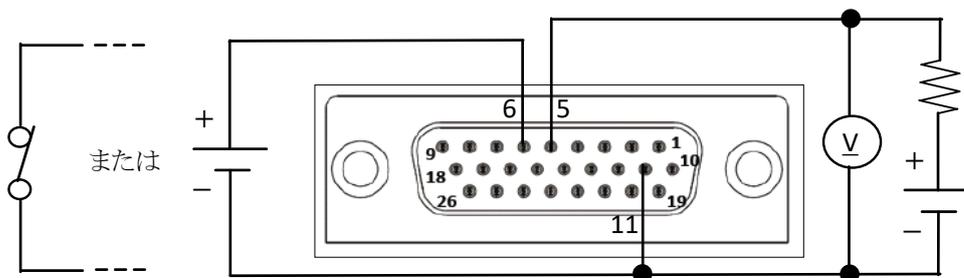

図3-2 リモートアナログプログラミング設定時のJ1配線
リモートアナログプログラミングへの設定方法およびローカル/リモートアナログステータス信号の設定方法を図3-2に示します。
2. 図3-2に示すようにJ1コネクタの配線を行います。